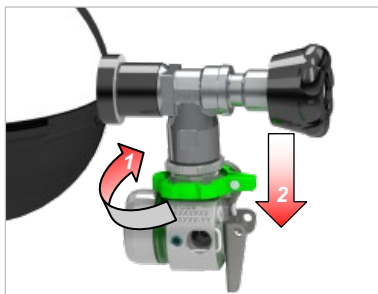

Fig. 18 Retrait d'une bouteille avec *alphaCLICK 2*
- (3) Fermez le(s) robinet(s) de bouteille et éliminez l'air du système pneumatique de l'ARI à l'aide de la soupape à la demande.
- (4) Pour les bouteilles d'air comprimé avec *alphaCLICK 2*, tournez le volant du côté du raccord (flèche 1) d'abord dans le sens des aiguilles d'une montre (→ Fig. 18), puis, lorsqu'il est fermé jusqu'à l'arrêt, appuyez vers le bas dans le sens du détendeur haute pression (flèche 2).